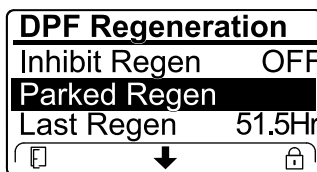

Bild 58
- Wenn der Motorcomputer eine Wiederherstellung-Regenerierung anfordert oder eine Wiederherstellung-Regenerierung ausführt und Sie auf die Option PARKED REGEN navigieren, ist die geparkte Regenerierung gesperrt und das Schloss-Symbol (Bild 58) wird unten rechts im InfoCenter angezeigt.